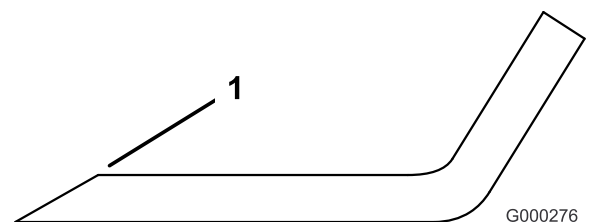

Figura 92
3. Esaminate l'affilatura di tutte le lame e affilate se risultano smussate o scheggiate (Figura 92).
Nota: Affilate soltanto la parte superiore del tagliente e mantenete l'angolo di taglio originale per garantire l'affilatura (Figura 92). La lama rimane bilanciata se rimuovete la stessa quantità di metallo da entrambi i taglienti.